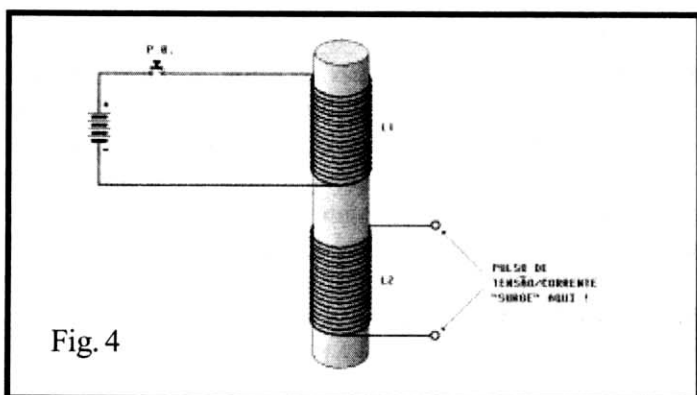

Fig. 4
- **FIG. 4 - OTIMIZANDO A TRANSFERÊNCIA DE ENERGIA ENTRE OS ENROLAMENTOS** - É possível melhorar ainda mais essa transferência indutiva de energia de um enrolamento para o outro se, ao invés de realizarmos cada uma das bobinas sobre um núcleo distinto (colocando-os bem próximos um do outro...), simplesmente enrolarmos das duas bobinas sobre o **mesmo** núcleo!